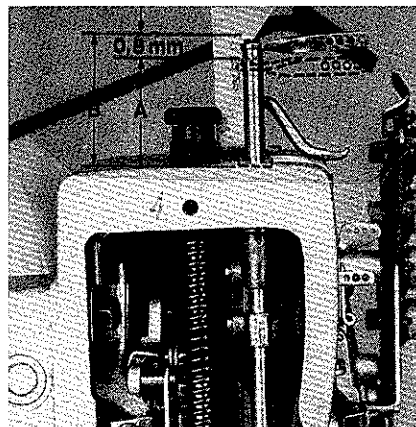
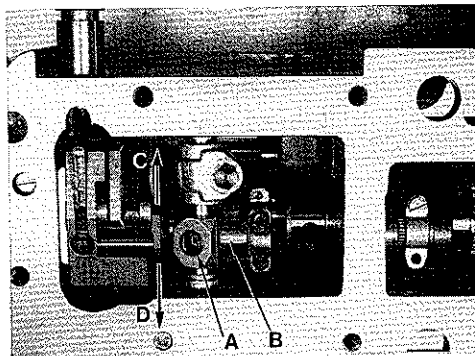

Fig.67
Fig. 68
3. Measure dimension "A", Fig.67 with a slide rule and note it.
6. Measure dimension "B", Fig.67.
3. Messen Sie mit einer Schieblehre das Maß "A", Fig.67 und merken Sie es sich.
6. Messen Sie das Maß "B", Fig.67.
The machine is synchronized correctly if dimension "B" is 0,8 - 1 mm (.032 - .040 in.) larger than dimension "A" (see Fig. 67).
2. Loosen screw (A, Fig. 68).
3. If the difference between dimension "A" and dimension "B" (Fig. 67) is less than 0,8 - 1 mm (.032 - .040 in.), lever (B, Fig. 68) must be moved in the direction of the arrow towards "D".
Ist das Maß "B" um 0,8 - 1 mm größer als das Maß "A", ist die Maschine richtig synchronisiert (siehe Fig. 67).
2. Lösen Sie die Schraube (A, Fig. 68).
3. Ist der Unterschied zwischen Maß "A" und Maß "B" (Fig. 67) kleiner als 0,8 - 1 mm muß der Hebel (B, Fig. 68) in Pfeilrichtung nach "D" verschoben werden. Ist der Unterschied größer als 0,8 - 1 mm muß der Hebel (B) in Pfeilrichtung nach "C" verschoben werden.